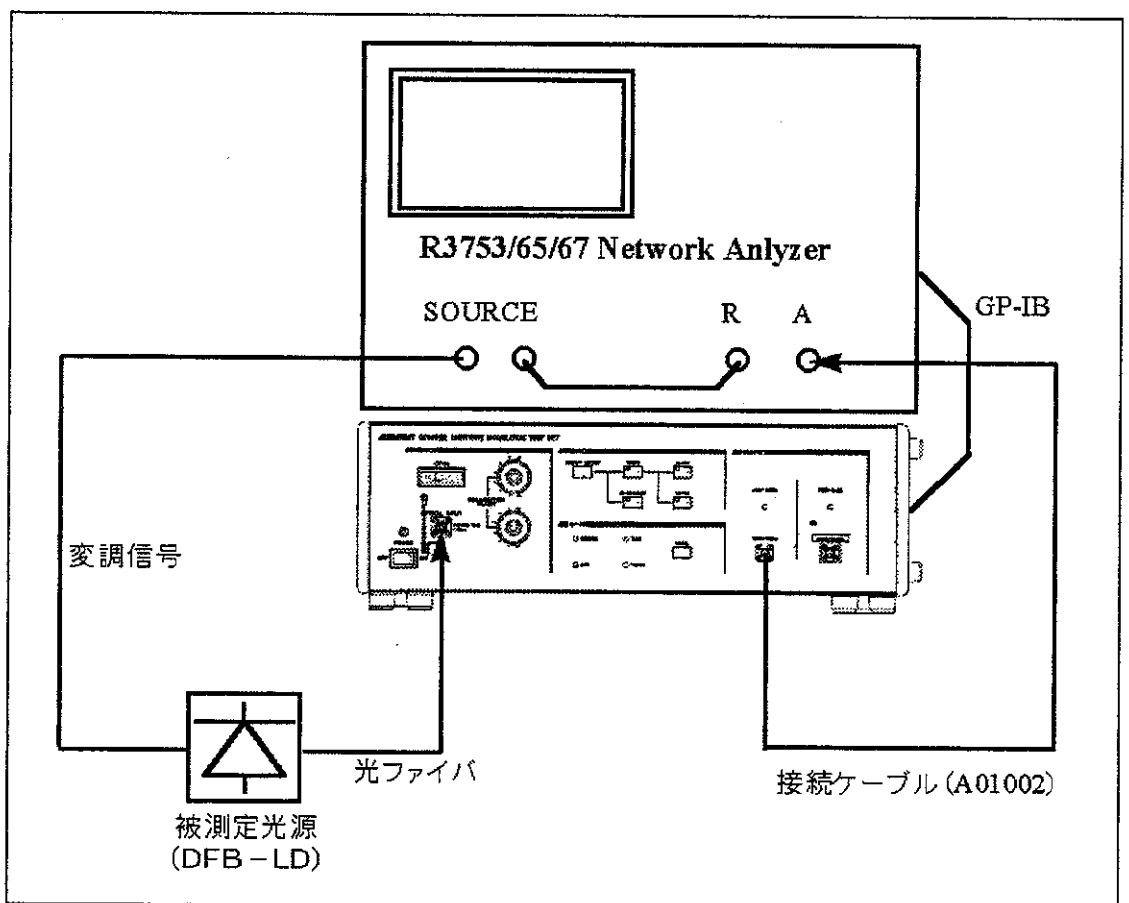

図 5-1 標準的測定計構成例
- (1) 本器、ネットワーク・アナライザ、DFB-LD (被測定光源) を図 5-1 のように接続して下さい。
- (2) ネットワーク・アナライザの信号出力を DFB-LD のバイアス信号に加えて下さい。
- (3) DFB-LD の光出力を本器の OPTICAL INPUT に接続して下さい。
- (4) 本器の出力をネットワーク・アナライザのレシーバ入力に接続して下さい。